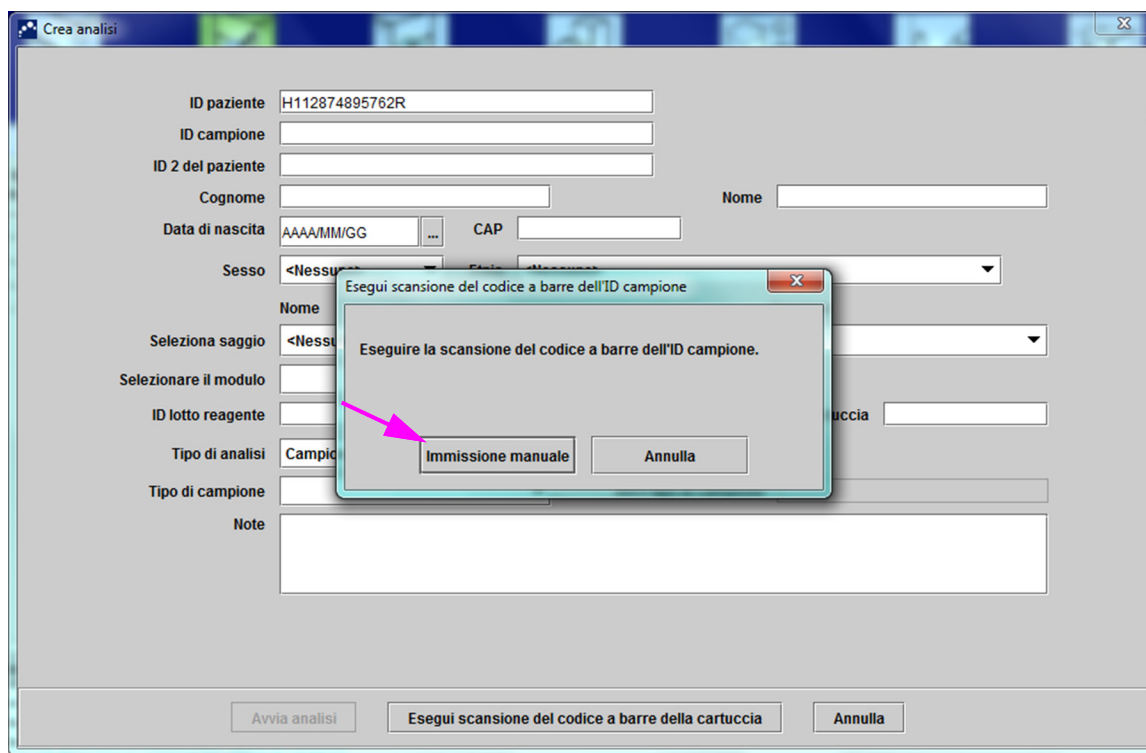

Figura 5-20. Finestra Crea analisi e finestra di dialogo Esegui scansione del codice a barre dell'ID campione
2. Eseguire la scansione del codice a barre dell'ID del paziente mediante il lettore di codici a barre fornito. Vedere la Sezione 5.5. Verrà visualizzata la finestra di dialogo Esegui scansione del codice a barre dell'ID campione. Vedere la Figura 5-20.